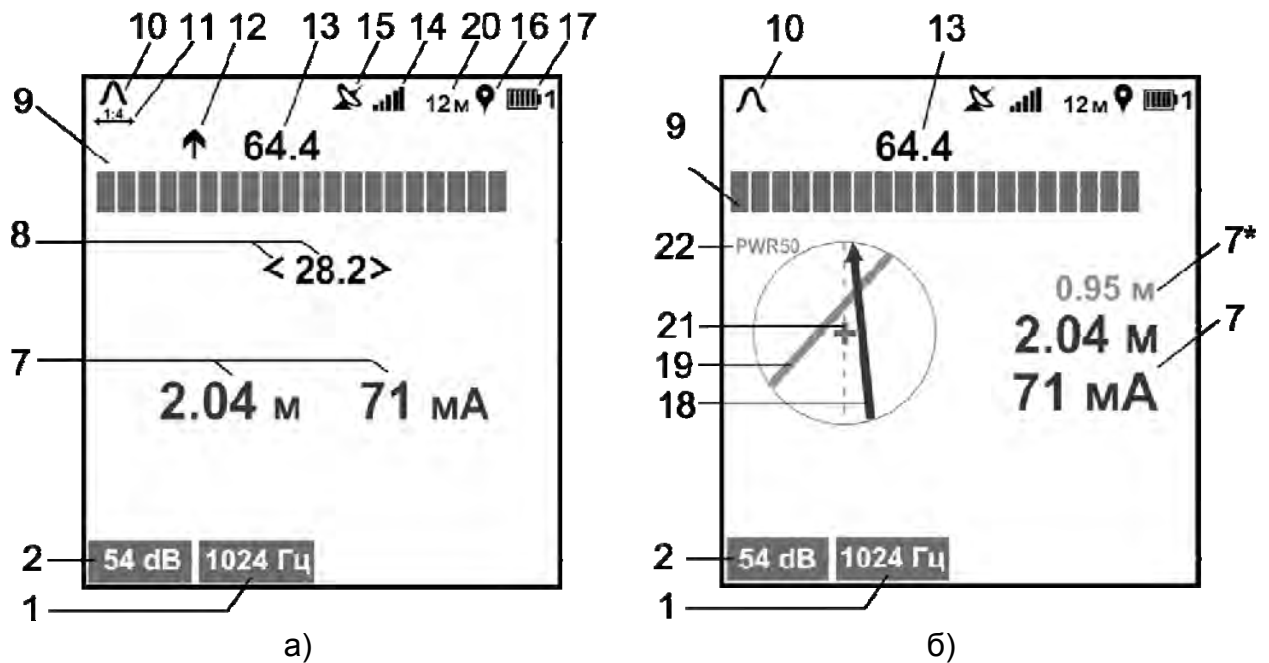

Рисунок 3.2 – Индикация приемника в режиме «ТРАССА»
- режим «ТРАССА» – для поиска коммуникаций с одновременным определением глубины её залегания, величины протекающего по ней тока рабочей частоты (рисунок 3.2а). Дополнительно при включенной функции «КОМПАС»,
отображается положение и направление коммуникации относительно приемника (рисунок 3.2б).
Примечание. Индикация значения уровня входного сигнала в «дБ» при поиске по «максимуму» и «минимуму» (соответственно поз. 13 и 8 на рис. 3.2) при перегрузке соответствующих им входных каналов меняет свой цвет на красный
При включенной опции «растяжка шкалы «максимум» 1:4» цена деления уменьшается в четыре раза, тем самым увеличивая разрешающую способность шкалы. При этом на экране отображается символ «» (поз. 11 на рис. 3.2), под шкалой «максимум» появляется желтая полоса, указывающая положение окна растяжки относительно исходной (нерастянутой) шкалы.
Коммуникация схематически отображается на индикаторе в виде линии – указателя положения коммуникации (поз. 18 рис. 3.2б и 3.3б). Одновременно с этим в режиме «ТРАССА» на индикаторе отображаются шкала «максимум» и уровень входного сигнала, в режиме «ТРАССА-ДАТЧИК» отображаются шкала и уровень входного сигнала по входу «ДАТЧИК», а также его относительная полярность.
По мере продвижения по трассе ориентируйте приемник относительно коммуникации таким образом, чтобы на экране указатель положения коммуникации (поз. 18 рис. 3.2б) совпадал с осью приемника (поз. 21 рис. 3.2б).
Пример поиска с включенной функцией «Вторая линия» показан на рисунке 4.2.3б. В этом режиме указатель положения «Второй линии» (поз. 19 рис. 3.2б) и значение глубины ее залегания (поз. 7* рис. 3.2б) отображаются синим цветом.